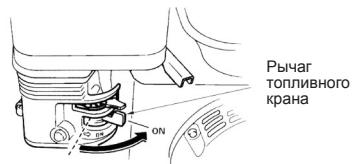

Рис.18 Открытие топливного крана
- Откройте топливный кран, переместив рычаг топливного крана в рабочее положение(ON) Рис.18.